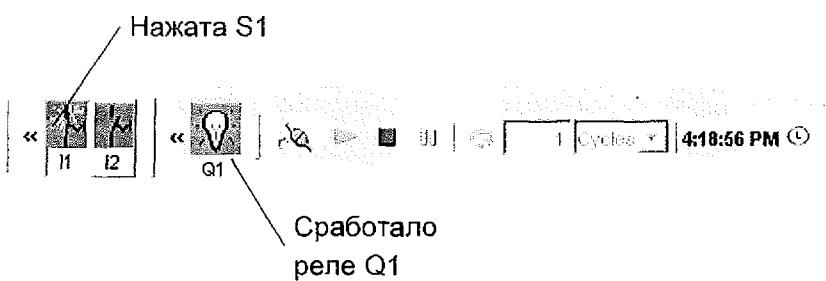

Рис.2.18. Режим эмуляции программы
7. Запустить программу в режиме эмуляции. Вид панели управления в режиме эмуляции показан на рис. 2.18.